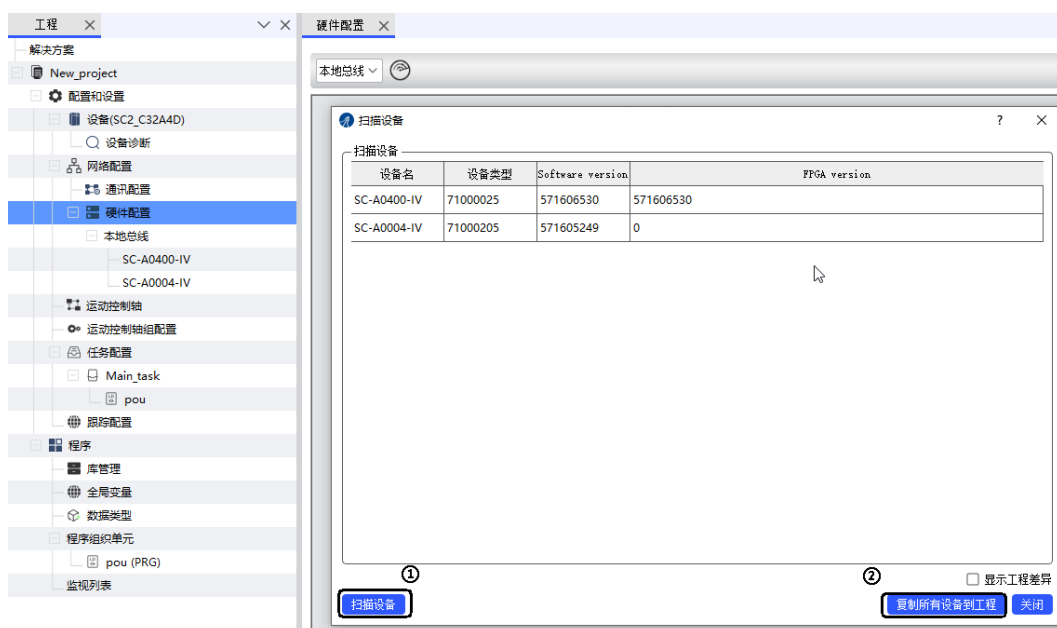

图 6.4 扫描结果
- ③ 鼠标左键单击“复制所有设备到工程中”，即可完成本体扩展模块的扫描，扫描结果如图 6.4 所示；